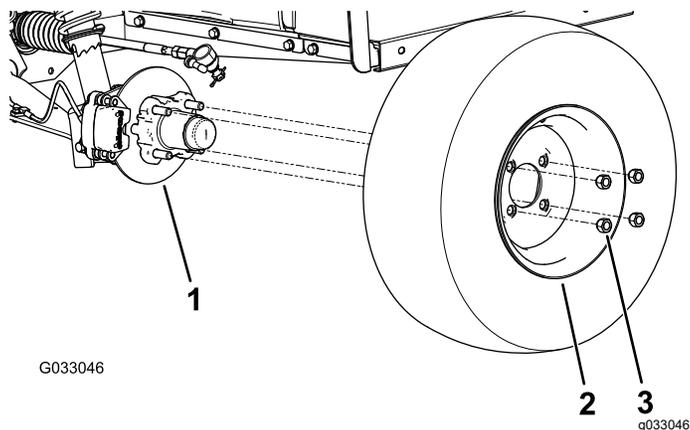

Рисунок 31
2. Отверните 4 зажимные гайки, которые крепят каждое колесо к ступице (Рисунок 31).
4. Совместите отверстия в колесе со шпильками в ступице и установите колесо на ступицу так, чтобы вентиль шины был направлен наружу (Рисунок 31).
5. Закрепите колесо на ступице с помощью зажимных гаек (Рисунок 31).